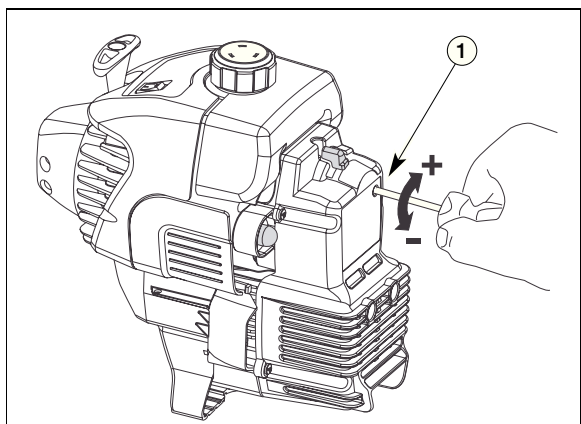

Fig. 24
**Описание деталей – Рис. 24–25**